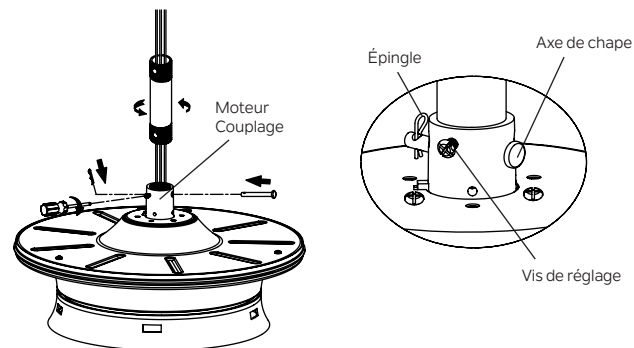

Fig. 8
Étape 4. Faites passer avec précaution les fils du ventilateur et le câble de sécurité à travers la tige descendante. Vissez la tige descendante sur l'accouplement du moteur jusqu'à ce que les trous des broches de la chape soient alignés. Ensuite, replacez l'axe de chape et l'épingle, puis serrez les deux vis de réglage. (Fig. 8)